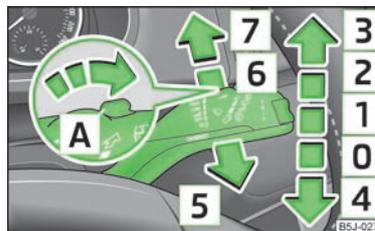

Abb. 29
- Möchte man die Frontscheibe nur **kurz** wischen, den Hebel in die gefederte Stellung **4** » Abb. 29 drücken.
- Den Hebel nach oben in Stellung **1** » Abb. 29 stellen.
- Den Hebel nach oben in Stellung **2** » Abb. 29 stellen.
- Den Hebel nach oben in Stellung **3** » Abb. 29 stellen.
- Den Hebel zum Lenkrad in die gefederte Stellung **5** » Abb. 29 ziehen, die Waschanlage und die Scheibenwischer arbeiten.
- Den Hebel vom Lenkrad weg in Stellung **6** » Abb. 29 drücken, der Scheibenwischer wischt alle 6 Sekunden.
- Den Hebel vom Lenkrad weg in die gefederte Stellung **7** » Abb. 29 drücken, der Scheibenwischer und die Waschanlage arbeiten.
- Den Hebel in die Grundstellung [0] » Abb. 29 zurückstellen.
Wenn das Abblend- oder Fernlicht eingeschaltet ist und der Scheibenwischerhebel in die Position [5] » Abb. 29 gezogen wird, werden die Scheinwerfer kurz bespritzt. Zum Reinigen der Scheinwerfer kommt es auch nach jedem fünften Besprühen der Frontscheibe.